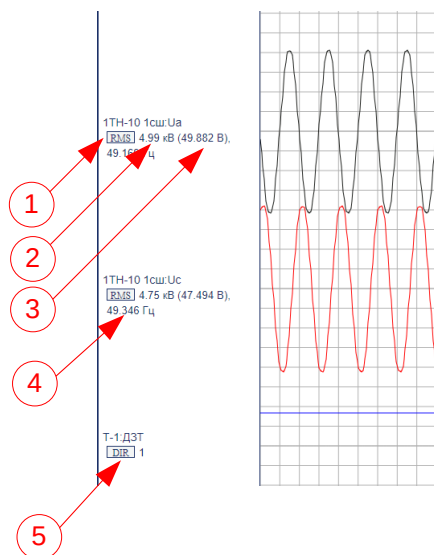

Рисунок 6 – Элементы поля расчетных величин
- кнопка «Тип сигнала» (см. рис. 6, поз. 1);
- действующее первичное значение (см. рис. 6, поз. 2);
- действующее вторичное значение (см. рис. 6, поз. 3);
- частота аналогового сигнала (см. рис. 6, поз. 4).
- кнопка «*Тип сигнала*» (см. рис. 6, поз. 1);
- значение дискретного сигнала, соответствующее позиции вертикального курсора (см. рис. 6, поз. 5).
3.5.1.6 Кнопка «*Тип сигнала*» (см. рис. 6, поз. 1) в поле расчетных величин аналоговых сигналов содержит одну из аббревиатур, обозначающую тип отображаемой величины, заданный в окне «*Настройки канала*»:
3.5.1.7 Кнопка «*Тип сигнала*» (см. рис. 6, поз. 1) в поле расчетных величин *дискретных сигналов* содержит одну из аббревиатур, обозначающую наличие или отсутствие инверсии отображения данного *дискретного сигнала* (задается в окне «*Настройки канала*» для *дискретных каналов*):
3.5.1.8 При нажатии на кнопку «*Тип сигнала*» (см. рис. 6, поз. 1) появляется диалоговое окно «*Настройки канала*», вид окна для *дискретных сигналов* показан на рисунке 7 (а), вид окна для *аналоговых сигналов* (в том числе расчетных) показан на рисунке 7 (б).